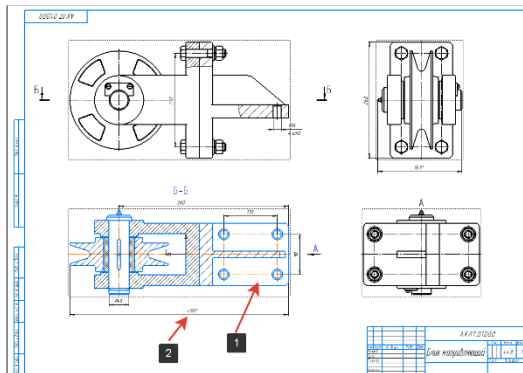

Рисунок 400 – Осевые линии и размеры
Для завершения работ по оформлению чертежа, необходимо проставить для всех видов осевые линии (1) и габаритные размеры (2) (Рисунок 400). Разделы: